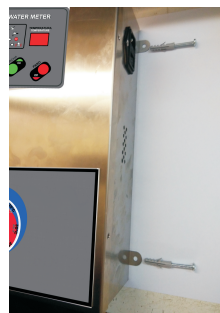

Figura 1.
- ♦ Para colocar el dosificador marque los cuatro taladros indicados para la fijación del aparato en pared, según figura 1.
- ♦ Introduzca los tornillos de sujeción que se adjuntan con el dosificador y fije el equipo a la pared, como se indica en la figura 1.